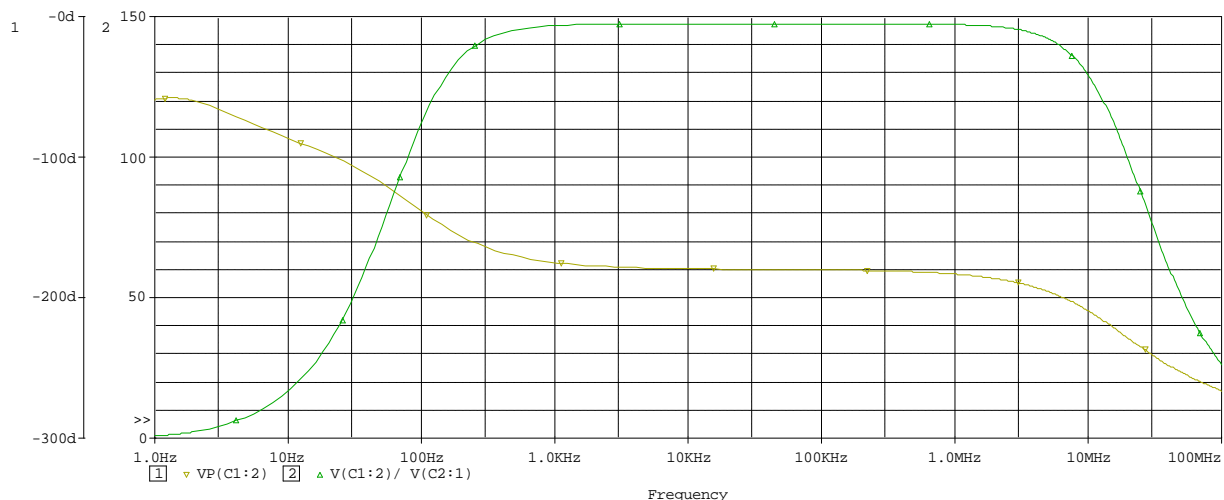

图 7.8 RL 开路时的仿真结果
a) 将 R_L 设置为 $1M$ 欧来模拟 RL 开路的状态，其他同前面的设置，再次分析电压放大倍数和频率特性，得到如下图 7.8 所示的仿真结果，注意这次用的是 DB 表示放大倍数